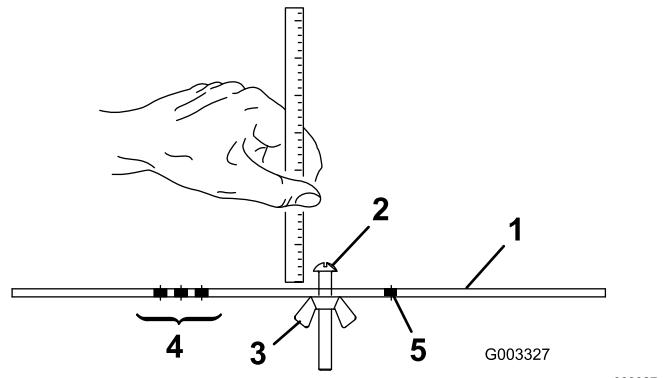

Bild 23
2. Lösen Sie die Mutter an der Messlehre (Bild 23) und stellen Sie die Einstellschraube auf die gewünschte Schnitthöhe ein.